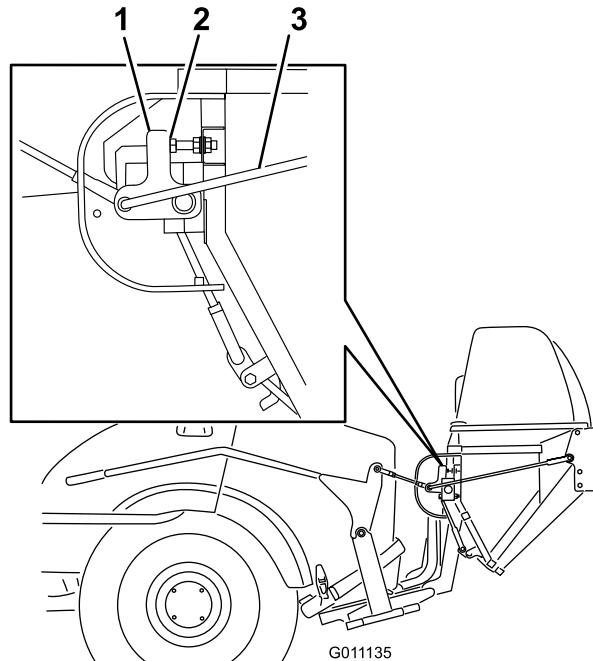

Figura 40
3. Con lo sportello chiuso, i bulloni di arresto devono essere regolati in modo che il braccio di contatto sia diritto in su o in giù (Figura 40).
4. Se è necessaria una regolazione, allentate i dadi e regolate i bulloni di arresto (Figura 40).
5. Dopo avere regolato i bulloni di arresto, la lunghezza degli attacchi cerniera può essere regolata in modo da fornire la chiusura completa dello sportello e una ragionevole forza sull'impugnatura. Allungate gli attacchi per ridurre la forza. Accorciate gli attacchi per aumentare la forza (Figura 40).